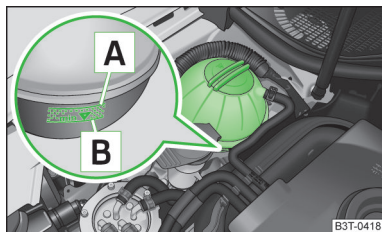

Fig. 169
Pentru completare, utilizați numai antigelul a cărui denumire o găsiți pe vasul de expansiune al lichidului de răcire » fig. 169 la pagina 214.
- Nu adăugați lichid de răcire deasupra marcajului  » fig. 169 la pagina 214.
- Verificați nivelul lichidului de răcire la vasul de expansiune al lichidului. » fig. 169.